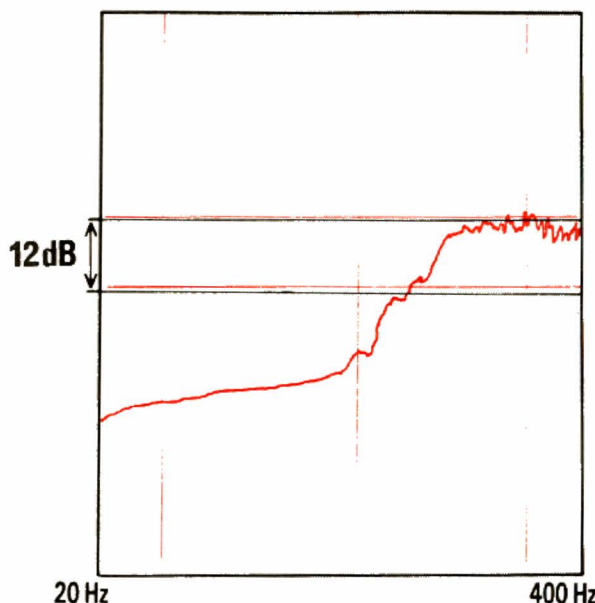

FIGURE 3
- Fig. 3. - La réponse grave (échelle log. de 20 Hz à 400 Hz).